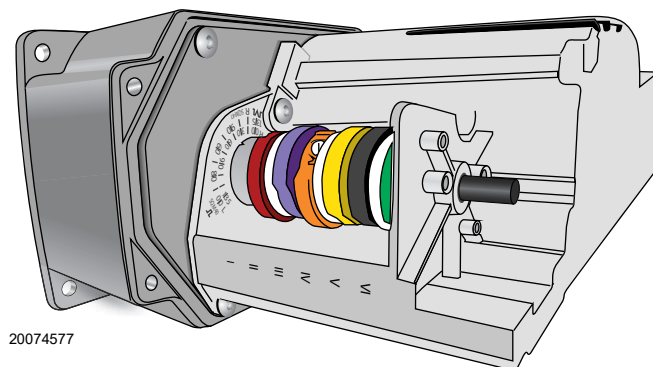
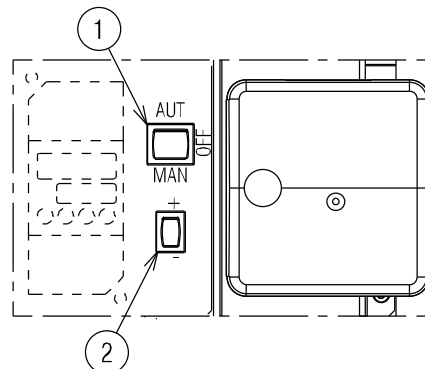

Fig. 29
Fig. 30
Il servomotore (Fig. 29) regola contemporaneamente la serranda dell'aria e tramite la camma meccanica a profilo variabile la farfalla del gas. Compie una rotazione di 90° in 30 s.
Mettere il selettore 1)(Fig. 30) in posizione "MAN".
- mettere l'interruttore 1)(Fig. 30) in posizione "OFF" ed attendere che il controllo fiamma esegua la fase di spegnimento;
La regolazione dell'aria viene effettuata variando l'angolo della camma III) (Fig. 29) e per mezzo del selettore 2)(Fig. 30). Per la regolazione della camma del servomotore, vedi Fig. 33 A).
Nella descrizione che precede abbiamo lasciato il bruciatore acceso, funzionante alla potenza MIN. Premere ora il pulsante 2)(Fig. 30 a pag. 28) "aumento potenza" e tenerlo premuto fino a quando il servomotore ha aperto la serranda aria e la farfalla del gas.
Premere il pulsante 2)(Fig. 30 a pag. 28) "Diminuzione potenza" e tenerlo premuto fino a quando il servomotore si porta (Fig. 33 B) alla regolazione fatta in fabbrica: Vedi Tab. H a pag. 27 e regolando di conseguenza la serranda aria 5) e la farfalla del gas 4)(Fig. 32 a pag. 29).
La regolazione dell'aria viene effettuata variando l'angolo della camma III) del servomotore (Fig. 29 a pag. 27) e per mezzo del selettore 2)(Fig. 30 a pag. 28). Per la regolazione della camma del servomotore vedi Fig. 33 A).
Dopo aver regolato la potenza massima e minima del bruciatore si provvede ad eseguire la regolazione del gas su più posizioni intermedie del servomotore. Il passaggio da una posizione alla successiva si ottiene tenendo premuto il pulsante 2) sul simbolo (+) o (-) (Fig. 30 a pag. 28). Premere un poco il pulsante 2)(Fig. 30 a pag. 28) "Aumento potenza" in modo che il servomotore ruoti di circa 20°, vedi indice graduato servomotore Fig. 33 B) e indice graduato serrande aria 5)(Fig. 32 a pag. 29).
**ATTENZIONE** Per la regolazione del bruciatore agendo sull'interruttore 1)(Fig. 30), posizione OFF, svincolare la camma meccanica I)(Fig. 32) per separare gli ingranaggi del servomotore, premendo e spostando verso il basso il pulsante 3)(Fig. 33 D) e verificare più volte ruotando a mano la camma meccanica I)(Fig. 32) avanti ed indietro che il movimento sia morbido e privo di impuntamenti.